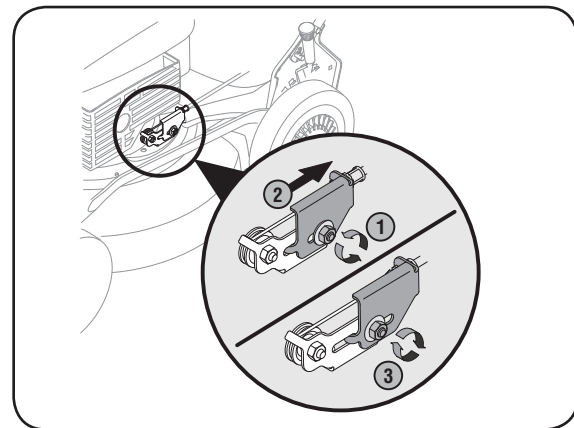

Figure 12
1. Desserrez l'écrou à six pans qui retient le support de réglage. Voir la Figure 12.